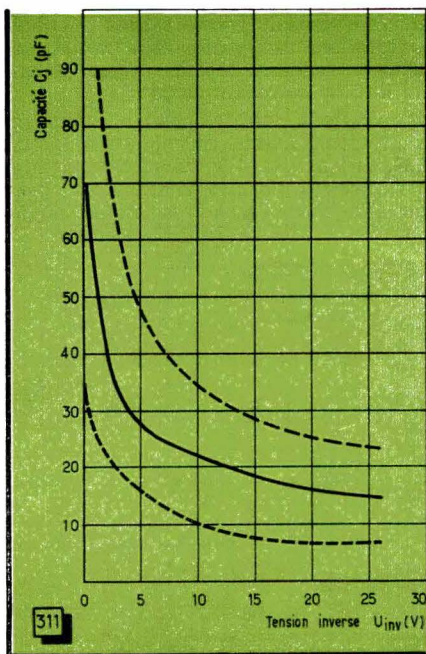

Fig. 311. — Les courbes en trait interrompu marquent les limites de la dispersion normale d'une diode telle que BA 101.
Cependant, et bien qu'il ne nous soit pas possible d'entrer ici dans les détails, toutes ces considérations suffisent amplement pour dégrossir un problème, d'autant plus que la dispersion inévitable, et très importante, des caractéristiques des diodes-capacités rend illusoire tout calcul précis. Les courbes en trait interrompu de la figure 311 montrent les limites de la dispersion indiquées par le fabricant qui garantit, en plus, que 95 % de la production se situent à l'intérieur de ces limites. Des esprits chagrins diront qu'il reste 5 % de chance pour qu'une diode se trouve « en dehors », mais cela est une autre histoire.
Mais il ne faut surtout pas oublier que la relation (122) nous donne la valeur maximale possible du coefficient  $k_r$  pour une diode donnée, car un simple examen du rapport de capacités qui résulte des courbes de la figure 311 nous montrera que le recouvrement peut varier de 1,13 à 1,8 environ, suivant la « dispersion ». Rappelons que le « re-
la dispersion n'est guère supérieure à celle représentée dans la figure 311 et se rapportant aux « vraies » diodes-capacités.